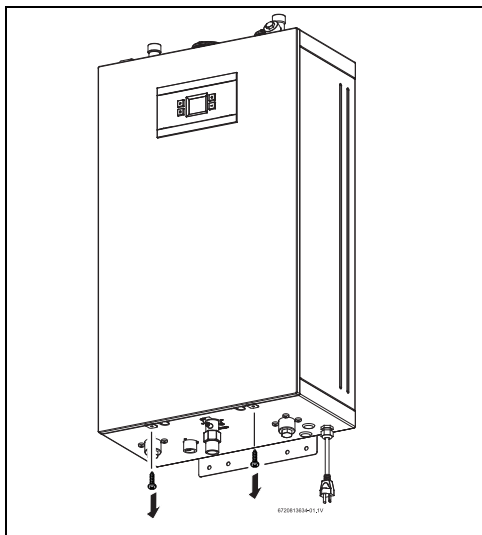

Fig. 3 Desserrer deux vis à tête Phillips
- Desserrer deux vis à tête Phillips situées en bas du panneau avant (fig. 3).